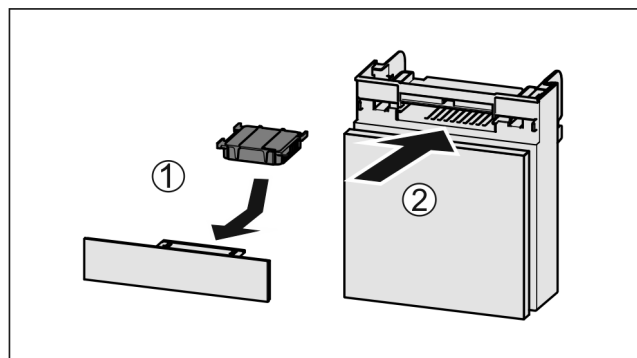

Fig. 237
- Inserire il vano Fig. 237 (2).